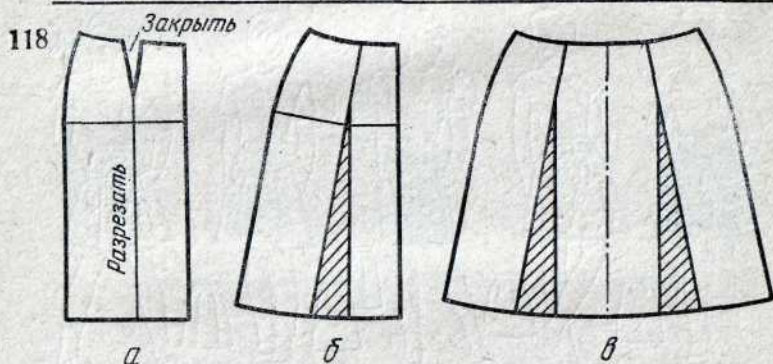

Рис. 118. Моделирование юбки с расширением низа за счет полного закрытия вытачек.
2. При расширении низа юбки за счет частичного или полного закрытия вытачек необходимо продлить осевые линии вытачек до низа, разрезать выкройку и закрыть вытачки (рис. 118).